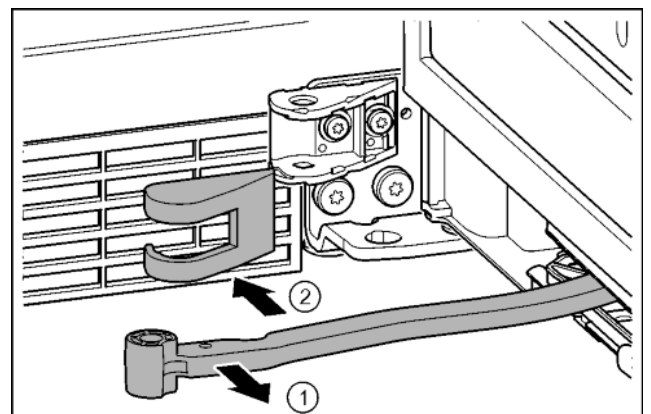

Fig. 19
- ▶ Scharnier in de richting van de deur draaien. Fig. 19 (1)
- ▶ Afdekking van de lagerbus verwijderen. *Fig. 19 (2)*